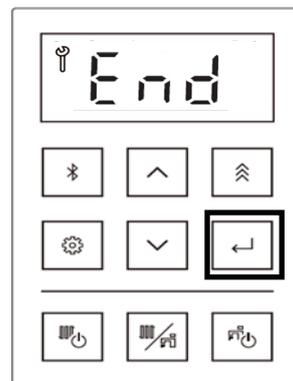

Figura 131
13. Pulse el botón Seleccionar, y la pantalla mostrará "End" (Fin) (figura 131).